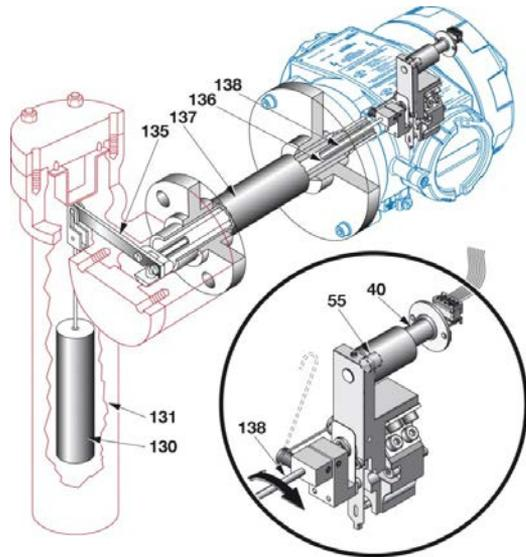

Figura 1 – Diagrama de principio
Un cambio en el nivel de líquido hace variar el peso aparente del desplazador (130), lo que aumenta o disminuye la carga en el tubo de torsión (136) en una cantidad directamente proporcional al cambio en el nivel de líquido. La rotación resultante en la vara de torsión (138), como se ve en la Figura 1, modifica el campo magnético de un sensor sin contacto y libre de fricción (40). La señal generada por el sensor hace variar la corriente en el bucle en proporción al nivel en el recipiente.